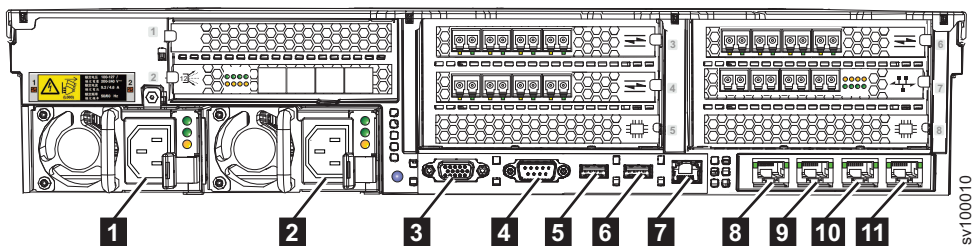

图 211. 2145-SV1 节点后部的接口
2. 卸下并标记连接到以太网端口 1-3 (**8**、**9** 和 **10**) 的以太网电缆，如第 268 页的图 211 中所示。